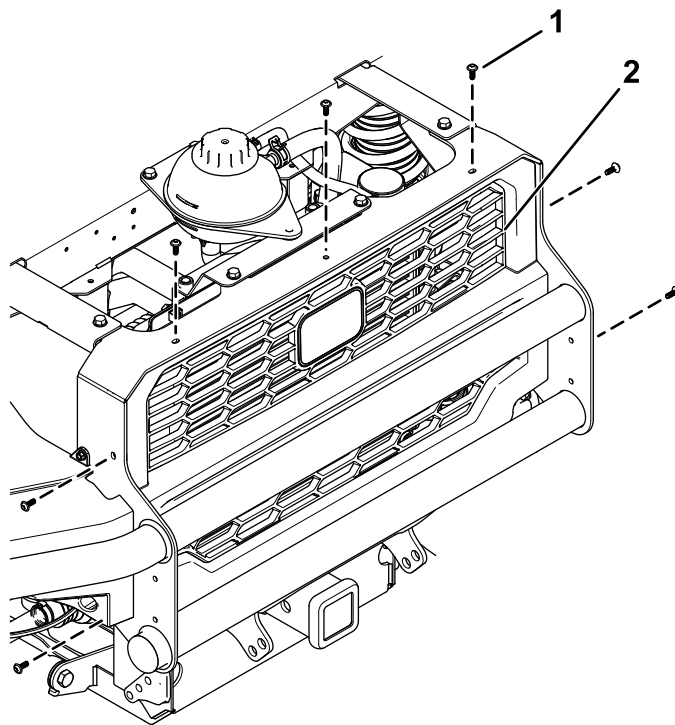

Figura 82
5. Retire los 7 tornillos que sujetan la rejilla y retírela (Figura 82).
7. Instale la rejilla con los 7 tornillos que retiró anteriormente (Figura 82).